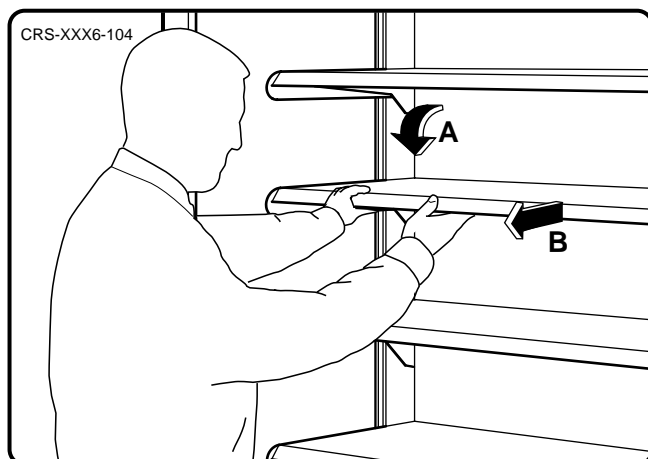

Fig. 5
- Hacer bajar nuevamente las planchas a la posición horizontal y adelantarlas con un breve tirón (véase la fig. 5).
- Baixe novamente as superfícies de exposição até à sua posição horizontal e depois puxe-as para si com um movimento rápido (ver fig. 5).
- Legborden weer horizontaal laten zakken en met een kort rukje naar voren trekken (zie afb. 5).